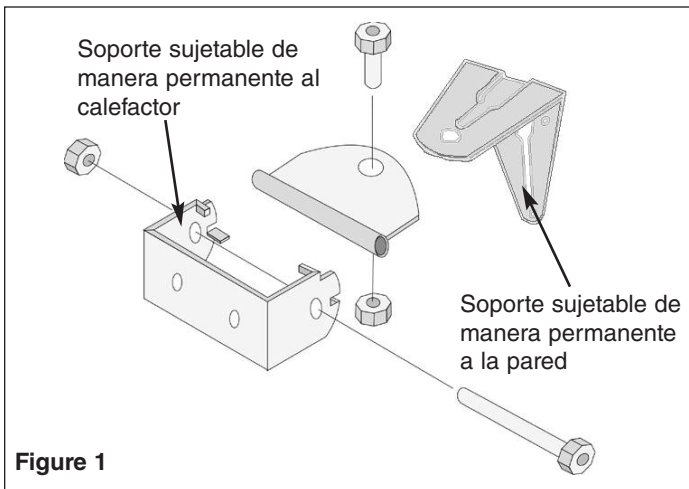

Figure 1
- This heater is intended for wall mounting only using wall bracket provided with heater - See Fig. 1. Heater must be mounted at least 8' 3" (2.5 M) off floor. Do not mount heater to ceiling. Top of heater must be located at least 12" (305 mm) from the ceiling – See Fig. 2
3. Este calefactor está diseñado sólo para montaje en pared utilizando el soporte en pared suministrado con el calefactor - vea la Fig. 1. El calefactor debe montarse a una distancia mínima de 8' 3" (2.5 m) del piso. No monte el calefactor en cielos rasos / techos. La parte superior de calefactor debe ubicarse a una distancia mínima de 12" (305 mm) del cielo raso / techo - Vea la Fig. 2.
- Ce chauffage est prévu pour un montage mural uniquement en utilisant le support mural fourni avec (Voir la Fig. 1). Le radiateur doit être placé à au moins 8' 3" (250 cm) au-dessus du plancher. Ne montez pas ce radiateur au plafond. Le haut du radiateur doit se trouver à au moins 12" (305 mm) du plafond (Voir la Fig. 2).